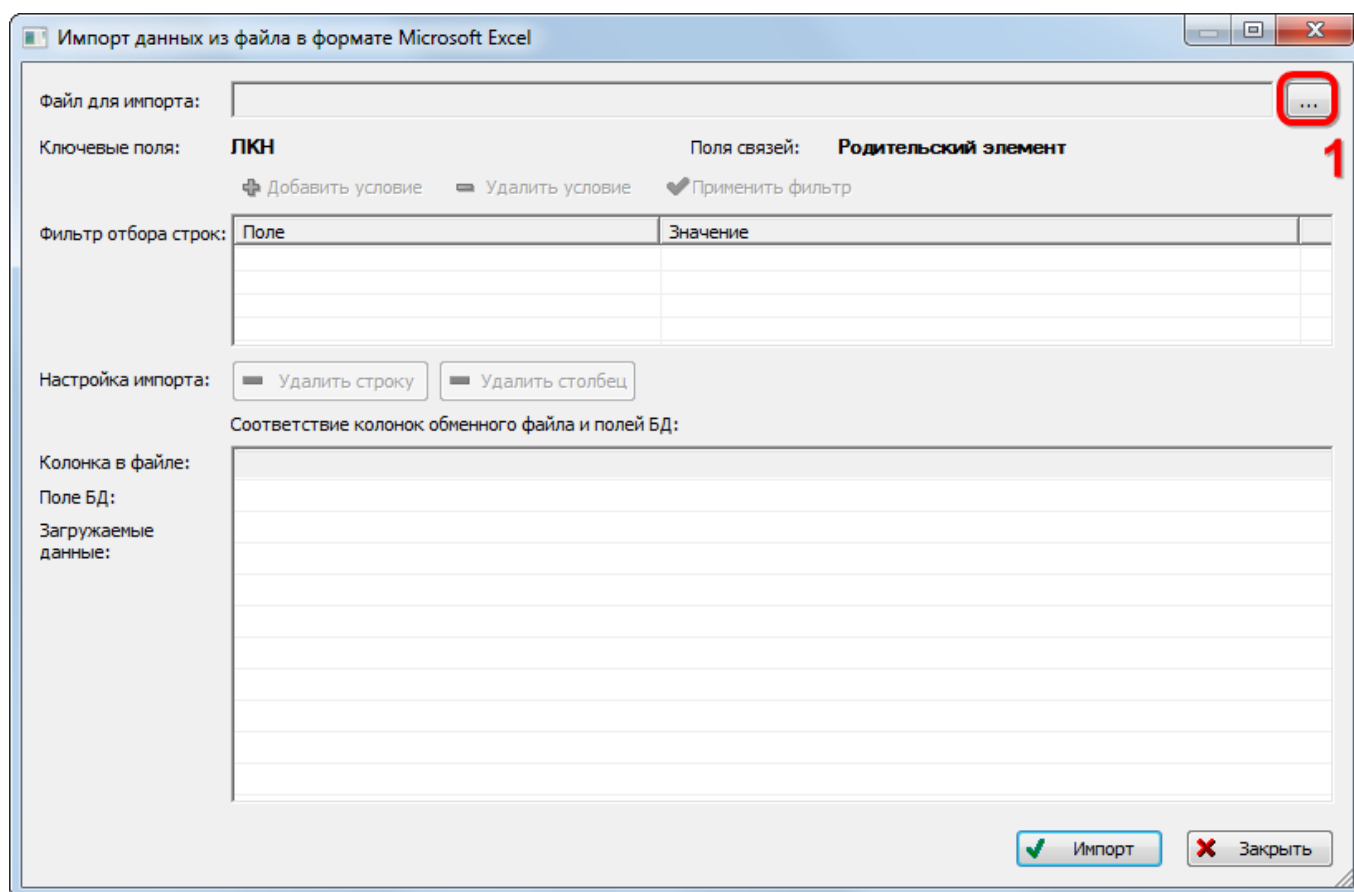

Рис. 13-62 – Окно импорта из файла Excel
Примечание. Уникальность элемента в базе данных определяется по совокупности ключевых полей, которые выводятся в окне импорта из файла *Excel*, приведенного на рис. 13-62.
В результате откроется окно «Импорт данных из файла в формате Microsoft Excel» (рис. 13-62). Описание назначения полей данного окна приведено в пункте 5.4.6 «Панель «Импорт/экспорт»», стр. 58.
3) Нажать в нем кнопку «Выбрать файл на локальном диске» (1 на рис. 13-62). Откроется стандартное диалоговое окно «Открыть» – выбрать в нем нужный файл и нажать кнопку «Открыть».